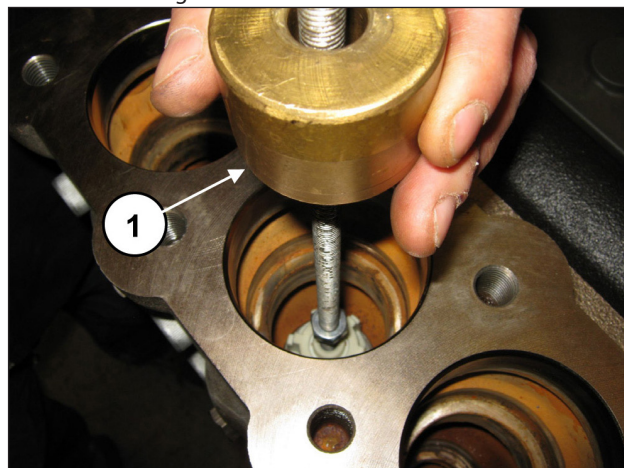

Fig. 107
Extraia o grupo da válvula de aspiração por meio de um martelo extrator (cód. 27516400) a ser aplicado no orifício M10 da guia da válvula (pos. ①, Fig. 107) ou, além disso, um possível adaptador M10-M16 (código 25089700) a ser aplicado na rosca M16 da guia da válvula.